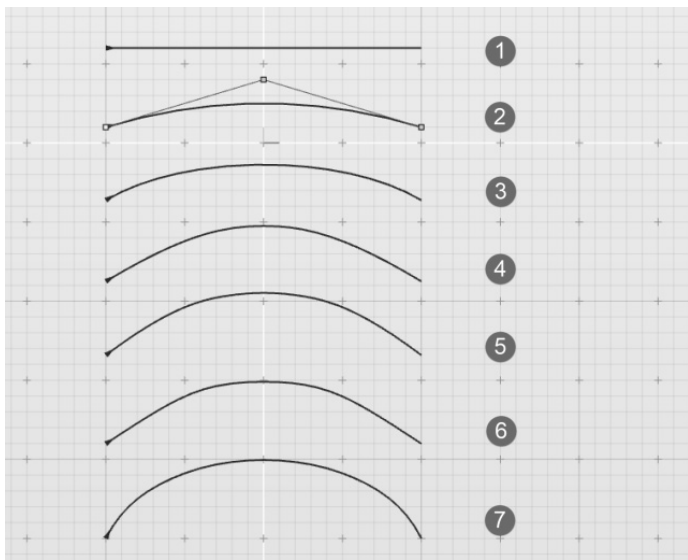

图 3-3 构建曲线的控制点数量
2) 选中任意一条曲线，在应用工具栏中切换到“编辑参数”模式，可见构建曲线的控制点数量，如图 3-3 所示。例如，选中第 1 条曲线，该曲线具有两个控制点，选中第 2 条曲线，该曲线具有 3 个控制点。